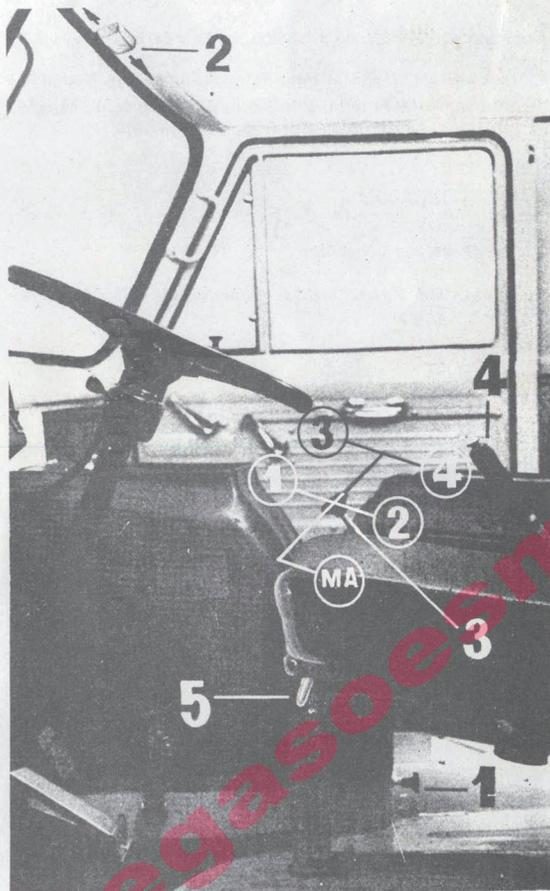

Fig. 7. Mandos en cabina.
#### Palanca de freno de estacionamiento (4, fig. 7).
#### Palanca de fijación y reglaje del asiento del conductor (5, fig. 7).
### Mando de parada del motor (1, fig. 7).
- La propia luz de cabina (2, fig. 7), que tiene dos posiciones de contacto, según esté desplazada a la derecha o a la izquierda.
### Palanca de cambios (3, fig. 7).
Para parar el motor tirar del mando de parada del motor, que está situado en el zócalo del capot (1, fig. 7). Es aconsejable desconectar el interruptor de contacto.